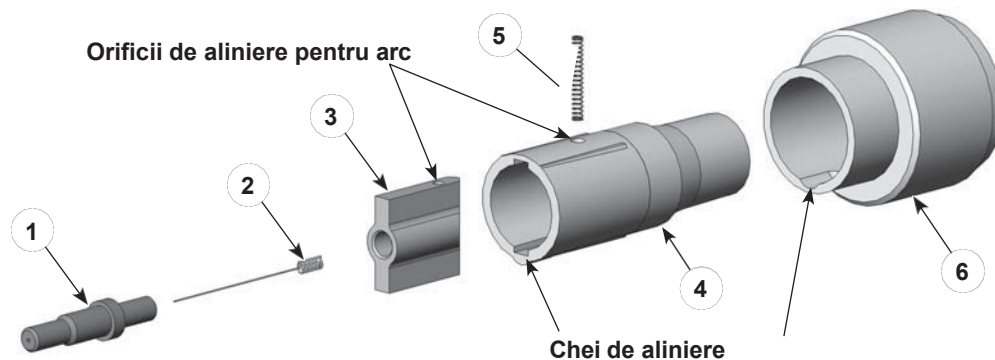

Figura 7-6 Înlocuirea manșonului de susținere a electrodului
**Detalii privind suportul pentru electrod SD:** (A se vedea figura 7-6)
- Manșonul (4) și arcul (5) sunt vândute ca un kit.
- Suportul electrodului (6) conține o rezistență. Dacă rezistorul cedează, întregul ansamblu trebuie înlocuit.
- Electrocul (2) și suportul pentru electrod (1) se vând separat. Duzele de pulverizare conice și plate/în colț utilizează suporturi de electrod diferite.